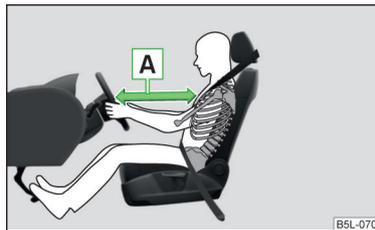

Fig. 9
- Para o condutor e o passageiro dianteiro é importante manter uma distância de pelo menos 25 cm do volante ou no painel de comando » Fig. 9 - A. Se não respeitar essa distância, o sistema de airbags não lhe pode proteger - perigo de vida! Além disso, os bancos dianteiros e os encostos de cabeça devem estar sempre ajustados de acordo com a estatura do ocupante.